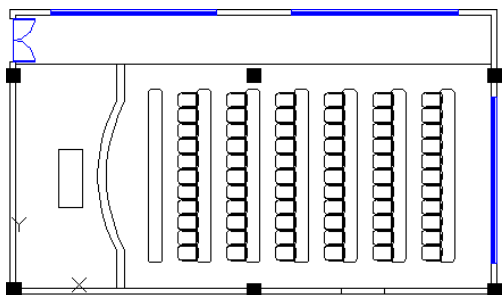

图 17.12.40 阵列座椅
Step10. 阵列座椅。选择下拉菜单 **修改(M)** → **阵列** → **矩形阵列** 命令，选取 Step9 插入的座椅为阵列对象，按 Enter 键结束选取，系统弹出“阵列创建”选项卡，在 **列** 区域的 **列数** 文本框中输入值 6，在 **间距** 文本框中输入值 1700，在 **行** 区域的 **列数** 文本框中输入值 11，在 **间距** 文本框中输入值 -532，单击 **确定** 按钮，完成阵列的创建，如图 17.12.40 所示。